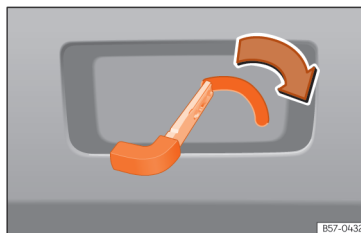

Fig. 61 Portbagajul: deblocare manuală.
- Introduceți lama cheii în fantă și rotiți cheia în direcția indicată de săgeată până când încuietorea se descurie >>> **fig. 61**.